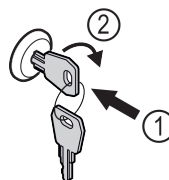

Fig. 131 Immagine a titolo di esempio
- Inserire la chiave Fig. 131 (1).
- Ruotare la chiave di 90° in senso orario Fig. 131 (2).